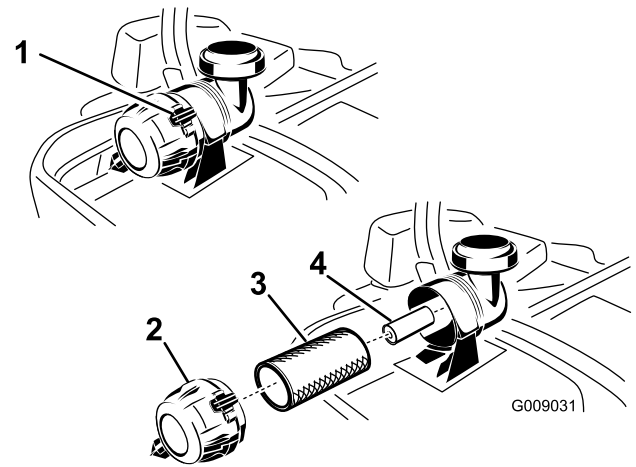

Figure 45
3. Appuyez sur les attaches du filtre à air pour les ouvrir et détachez le couvercle du corps du filtre à air (Figure 45).
5. Sortez l'élément principal du corps du filtre avec précaution (Figure 45). Évitez de cogner l'élément à l'intérieur du corps.
1. Ne nettoyez pas l'élément en papier, remplacez-le (Figure 45).
2. Si vous remplacez l'élément secondaire, insérez-le avec précaution dans le corps du filtre (Figure 45).
3. Placez ensuite l'élément principal sur l'élément secondaire avec le même soin (Figure 45). Assurez-vous qu'il est bien engagé en appuyant sur le rebord extérieur.
- Montez le couvercle, reniflard en bas, et tournez-le pour que les attaches verrouillent le couvercle en place (Figure 45).